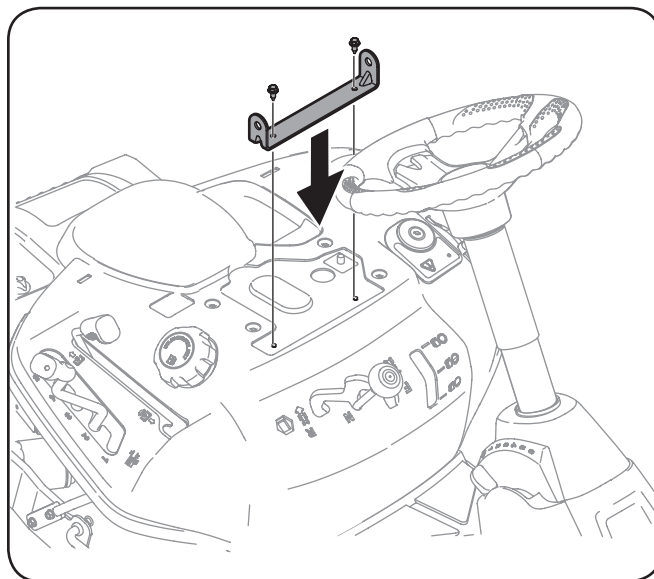

Figura 3-6
3. Alinear el soporte del asiento en su lugar sobre los agujeros de donde fueron retirados los tornillos autorroscantes, como se muestra en la Figura 3-6.
4. Extraiga los dos pernos autorroscantes que se instalan en el tractor en la fábrica y coloque el soporte del asiento en su lugar sobre los orificios. Vea la Figura 3-6.